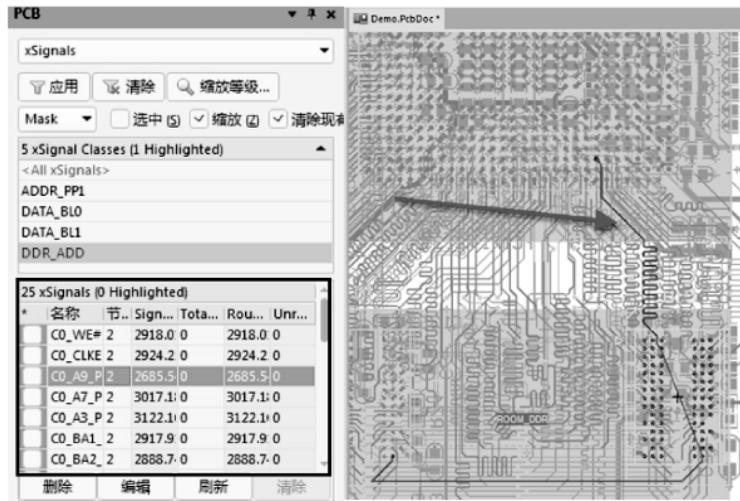

图 10-124 添加成功的 xSignals
② Net Class：如果之前创建了网络类，可以通过这里滤除一些网络，从而精准地筛选出需要添加到 xSignals 中的网络。
③ Include created xSignals into class：把这些适配的网络添加到刚创建的 xSignal 类中。
(3) 单击“分析”按钮，系统即可自动分析出哪些网络需要添加到 xSignals 中，单击“OK”按钮，完成添加，如图 10-124 所示。